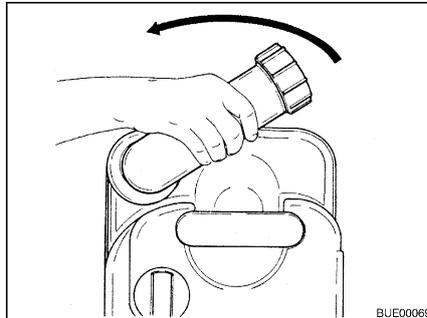

Fig. 293 Ruotare il bocchettone di scarico
- Ruotare il bocchettone di scarico verso l'alto (Fig. 293).